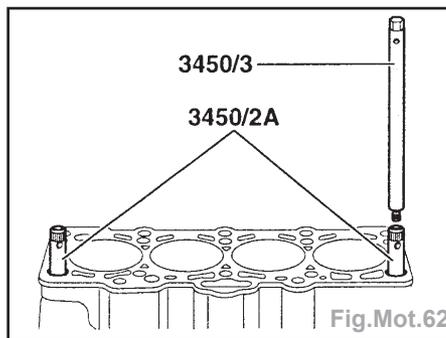

Fig.Mot.62
- Pour le centrage, visser les pivots de guidage 3450 dans les alésages des boulons de culasse 8 et 10 (Fig.Mot.62).